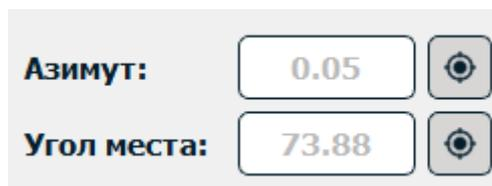

Рисунок 27 – Панель целеуказания
3.3.3.2.4.3 Панель целеуказания (рисунок 27)